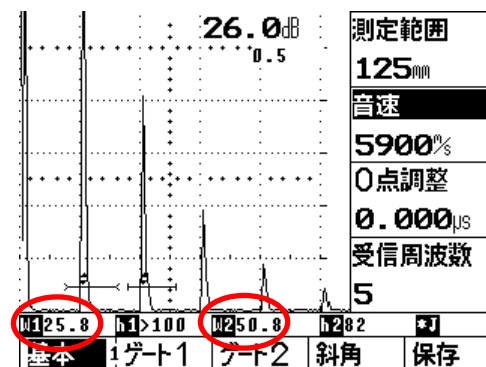

図4 測定範囲の調整
- ①  キーか表示器の基本の下の  キーを押し、基本表示にする。(図4参照)
- ②STB-A1の25mm厚さの部分を用いて多重エコーを表示させる。
- ③音速の横の  キーを押し、右ダイヤルで音速を5900m/sにする。
- ④測定範囲の横の  キーを押し、右ダイヤルで、測定範囲を125mmにする。次に、ゲート1をB₁エコーに掛けるように、ゲート2をB₂エコーに掛けるように移動させる。
(図4では、W1: 25.8mm, W2: 50.8mm)